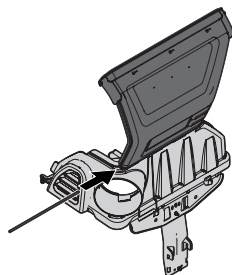

Figure 11
5. Installez le couvercle supérieur de l'ensacheuse en alignant les onglets du couvercle et en faisant glisser la broche de charnière dans le canal, comme illustré à la Figure 11.